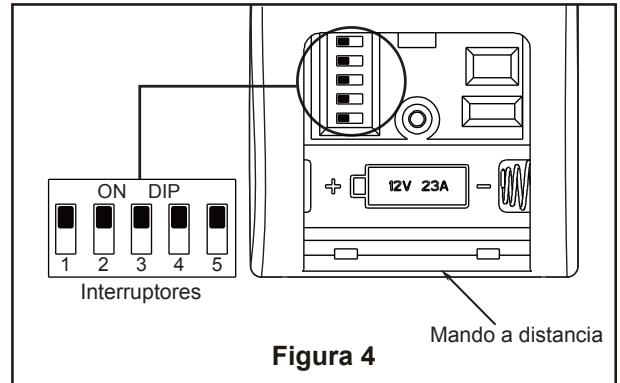

Figura 4
(Figura 4)
Instale el conector 2 de pasadores desde unidad de luz LED conexión a la unidad del motor. (Figura 4)
4. Para configurar el código del mando a distancia a las mismas posiciones que en el receptor. Mueva los interruptores de código hasta colocar el código de selección en la posición arriba o abajo. Con un destornillador pequeño o con una lapicera (no se incluye) deslice firmemente hacia arriba o hacia abajo. (Figura 4)